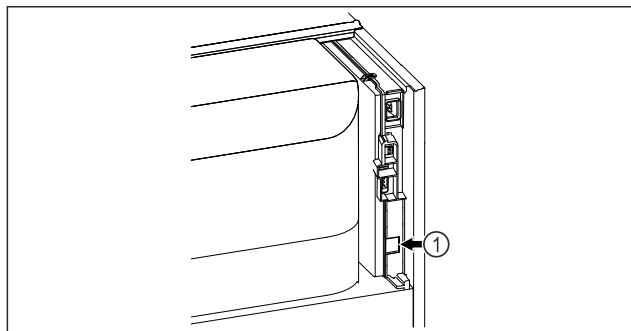

Fig. 96
- ❑ SmartModule Fig. 96 (1) ist eingesetzt.